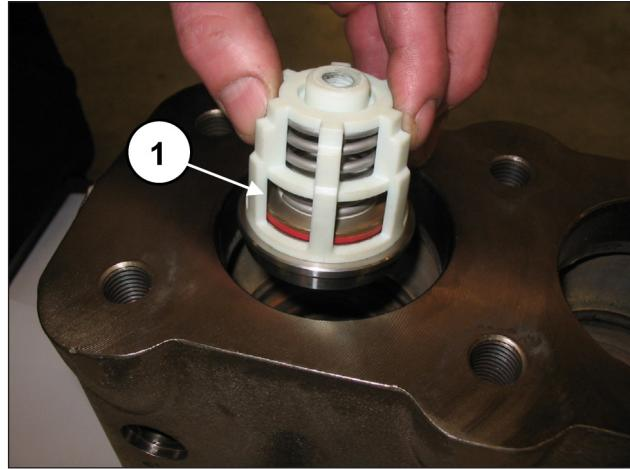
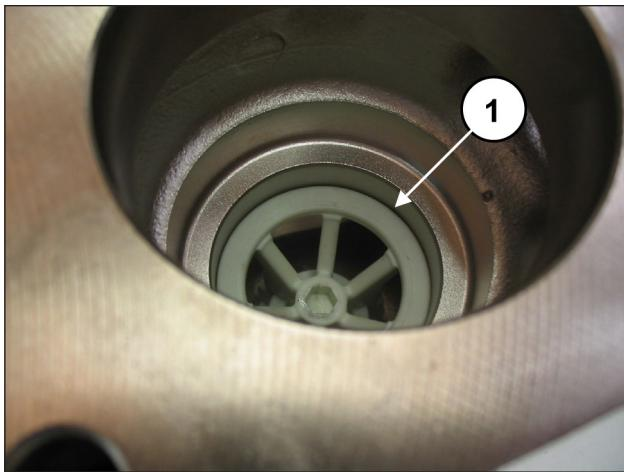

Рис. 121
Рис. 122
Вставьте всасывающий клапанный узел (поз. ①, Рис. 121), а затем распорный элемент (поз. ①, Рис. 122).
Клапанный узел в сборе должен быть вставлен до упора и выглядеть, как на поз. ①, Рис. 122.